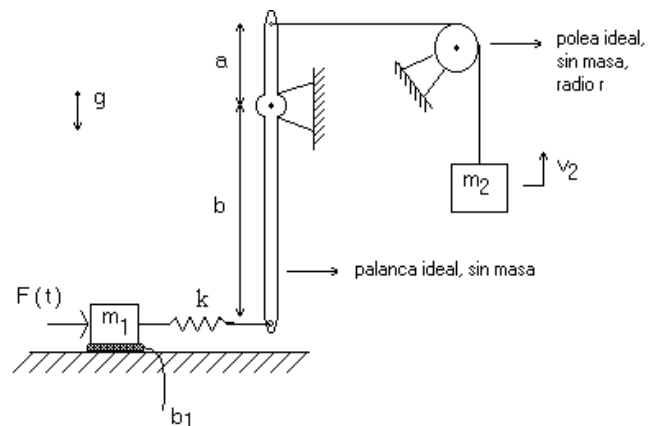

Figura 4
- Obtenga un DB del sistema de Figura 4 tomando como salidas la velocidad v_2 y la posición x_2 . Suponer pequeños desplazamientos angulares de la palanca. Indicar además el orden del modelo.